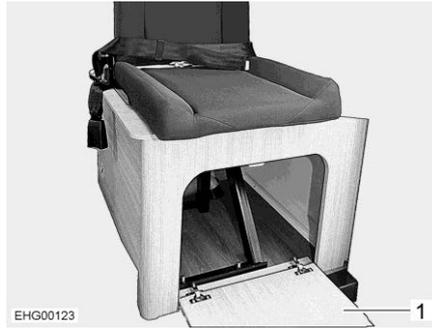

Fig. 32 Cadre du coffre (ouvert)
- Rabattre le portillon (Fig. 32,1) du cadre du coffre vers le bas.